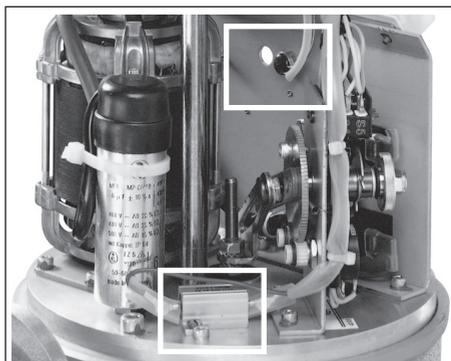

Fig. 21: Abajo resistencia de calefacción, al fondo (arriba) interruptor termostático TW
2. Fijar la resistencia de calefacción en el lugar previsto para ello (ver fig. 21) con los dos tornillos autocortantes suministrados con la resistencia.